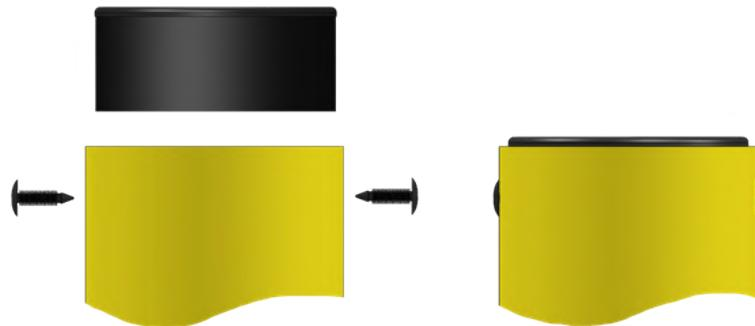

Рисунок 7. Установка и фиксация крышек столбов.
5. Закройте верхушки столбов крышками. После монтажа крышек их нужно закрепить фиксами (2 фикса на крышку). Для этого в плоскости симметрии барьера в столбе на расстоянии 20-25 мм от верхушки желтой трубы столба нужно просверлить сверлом отверстия 7 мм и забить в них фиксы (оси этих отверстий должны быть ориентированы в том же направлении, что и элементы секций, см. рис.7).